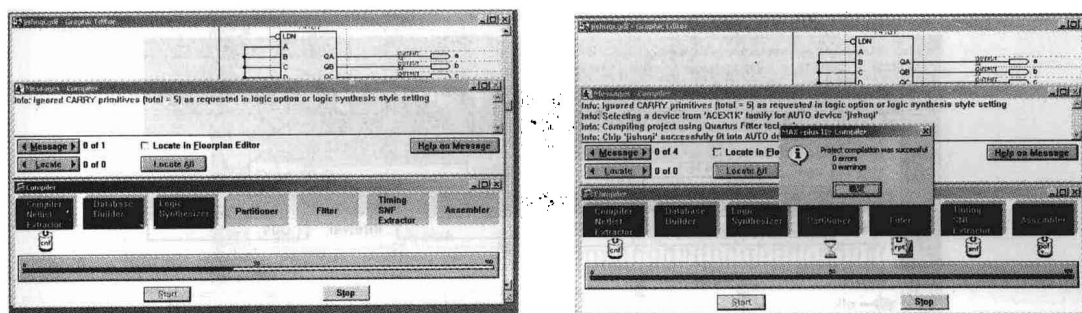

图 1-13 编译窗口
(8) 编译: 点击 [Max+plus II] | [Compiler] | [Start], 红色进度条从左到右显现, 报告编译信息, “0 errors”, 如图 1-13 所示。